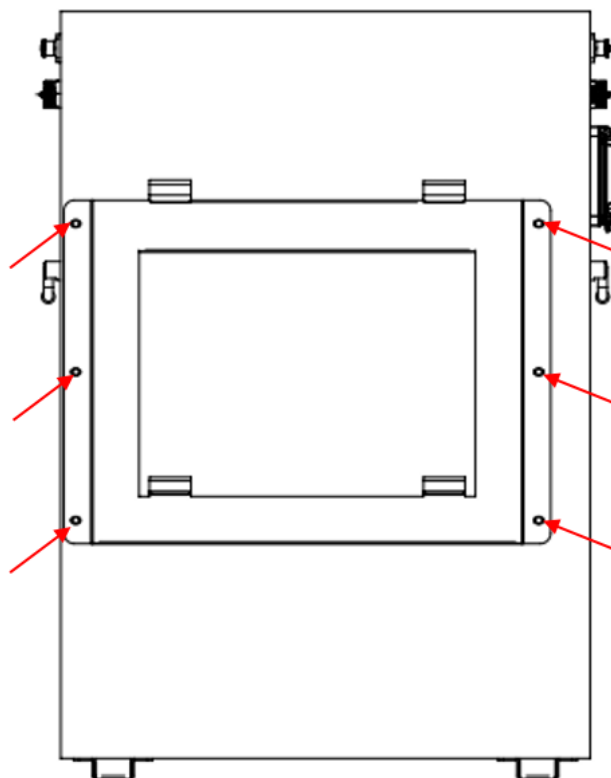

Abbildung 5-1
a) Mit den 6 Schrauben M6*10 befestigen Sie die Rückwand an der Batterierückseite wie in Abbildung 5-1 gezeigt.